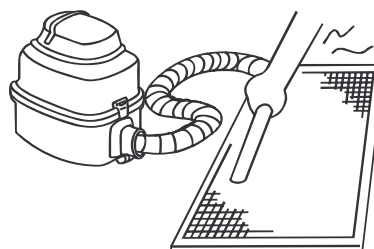

Рис. 4-8
6. При очистке пылесосом фильтр должен лежать лицевой стороной вверх (см. рис. 4.8.).